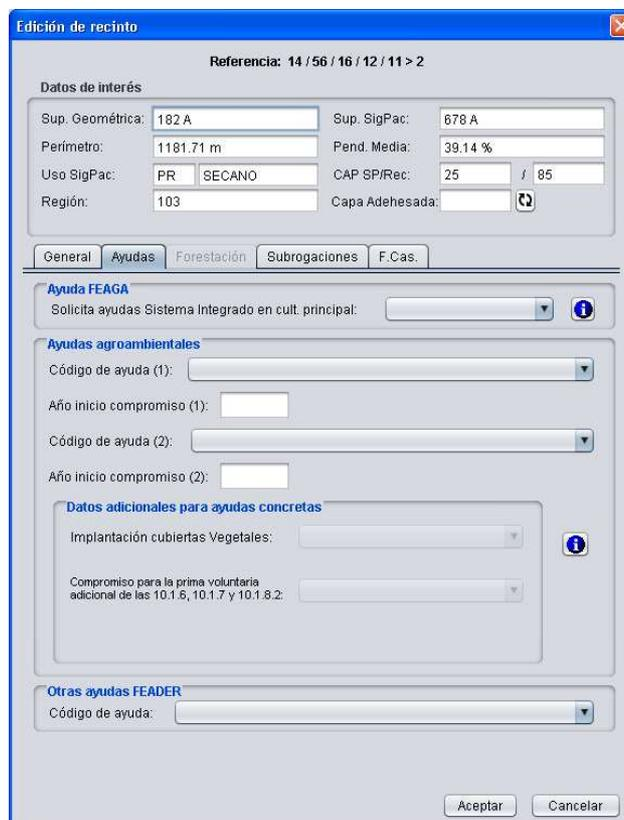

Fig. 181
**b) Ayudas** (Fig. 181), donde se introducen los datos relativos a las Ayudas FEAGA, ayudas agroambientales y otras ayudas FEADER para el recinto.